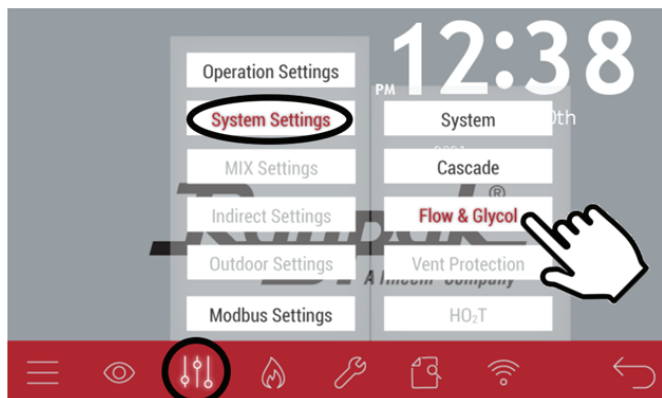

Figure 48. Paramètres du système du capteur de débit
3. Dans le menu principal, allez dans Ajuster les paramètres du système Flow and Glycol. Voir la **Figure 48**.
- Dans le menu principal, allez dans Ajuster les paramètres du système Flow and Glycol. Voir la **Figure 48**.